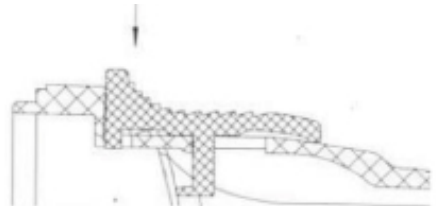

FIGURA 10
12.4. Pressione a parte dianteira do gatilho e bloqueie o mesmo. (FIGURA 10)